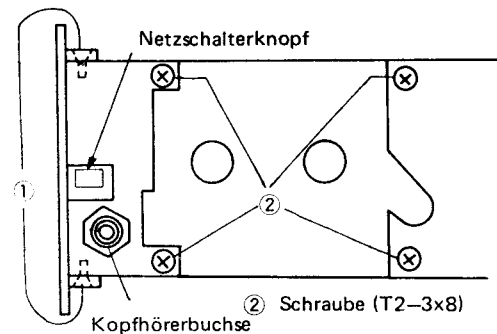

Abb. 5
- Den Netzschalterknopf abziehen und die beiden Schrauben (1) sowie die vier Schrauben (2) gemäß Abb. 5 entfernen. Danach das Bandlaufwerk nach links schieben und aus dem Chassis nehmen.